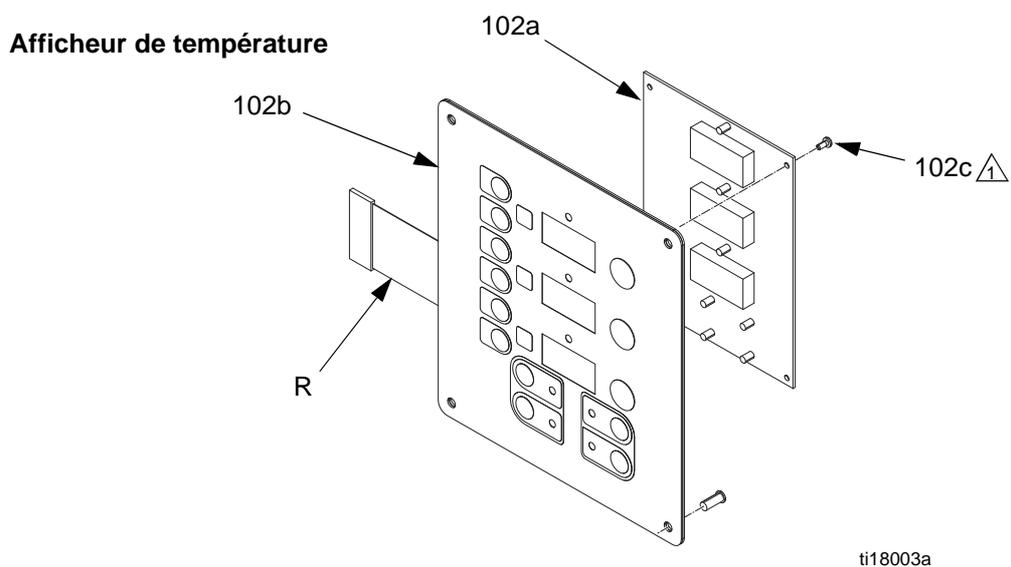

FIG. 15. Module d'affichage
5. Débrancher le câble principal d'affichage (106) dans le coin inférieur gauche du module d'affichage ; consulter la FIG. 15.
6. Retirer les vis (116) et le couvercle (105) ; voir FIG. 15.
7. Débrancher le connecteur de câble situé à l'arrière de l'afficheur de température (102). Voir FIG. 15.
8. Débrancher le(s) câble(s) plat(s) (R) sur l'arrière de l'afficheur ; voir FIG. 15.
9. Retirer les écrous (103) et le plateau (101).
10. Démontez l'affichage ; pour plus de détails voir FIG. 15.
12. Réassembler dans l'ordre inverse ; consulter la FIG. 15. Mettre de la colle à filetage moyenne force là où c'est indiqué. S'assurer que le fil de terre (G) de l'affichage est bien fixé entre le passe-câble et le capot (105) avec les vis (107).